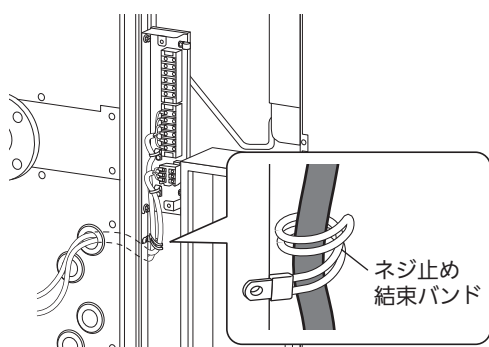

図 24
- ⑤ 端子台ボックスの下にネジ止め結束バンドを使用して、外部入出力線を固定してください。(図 24)